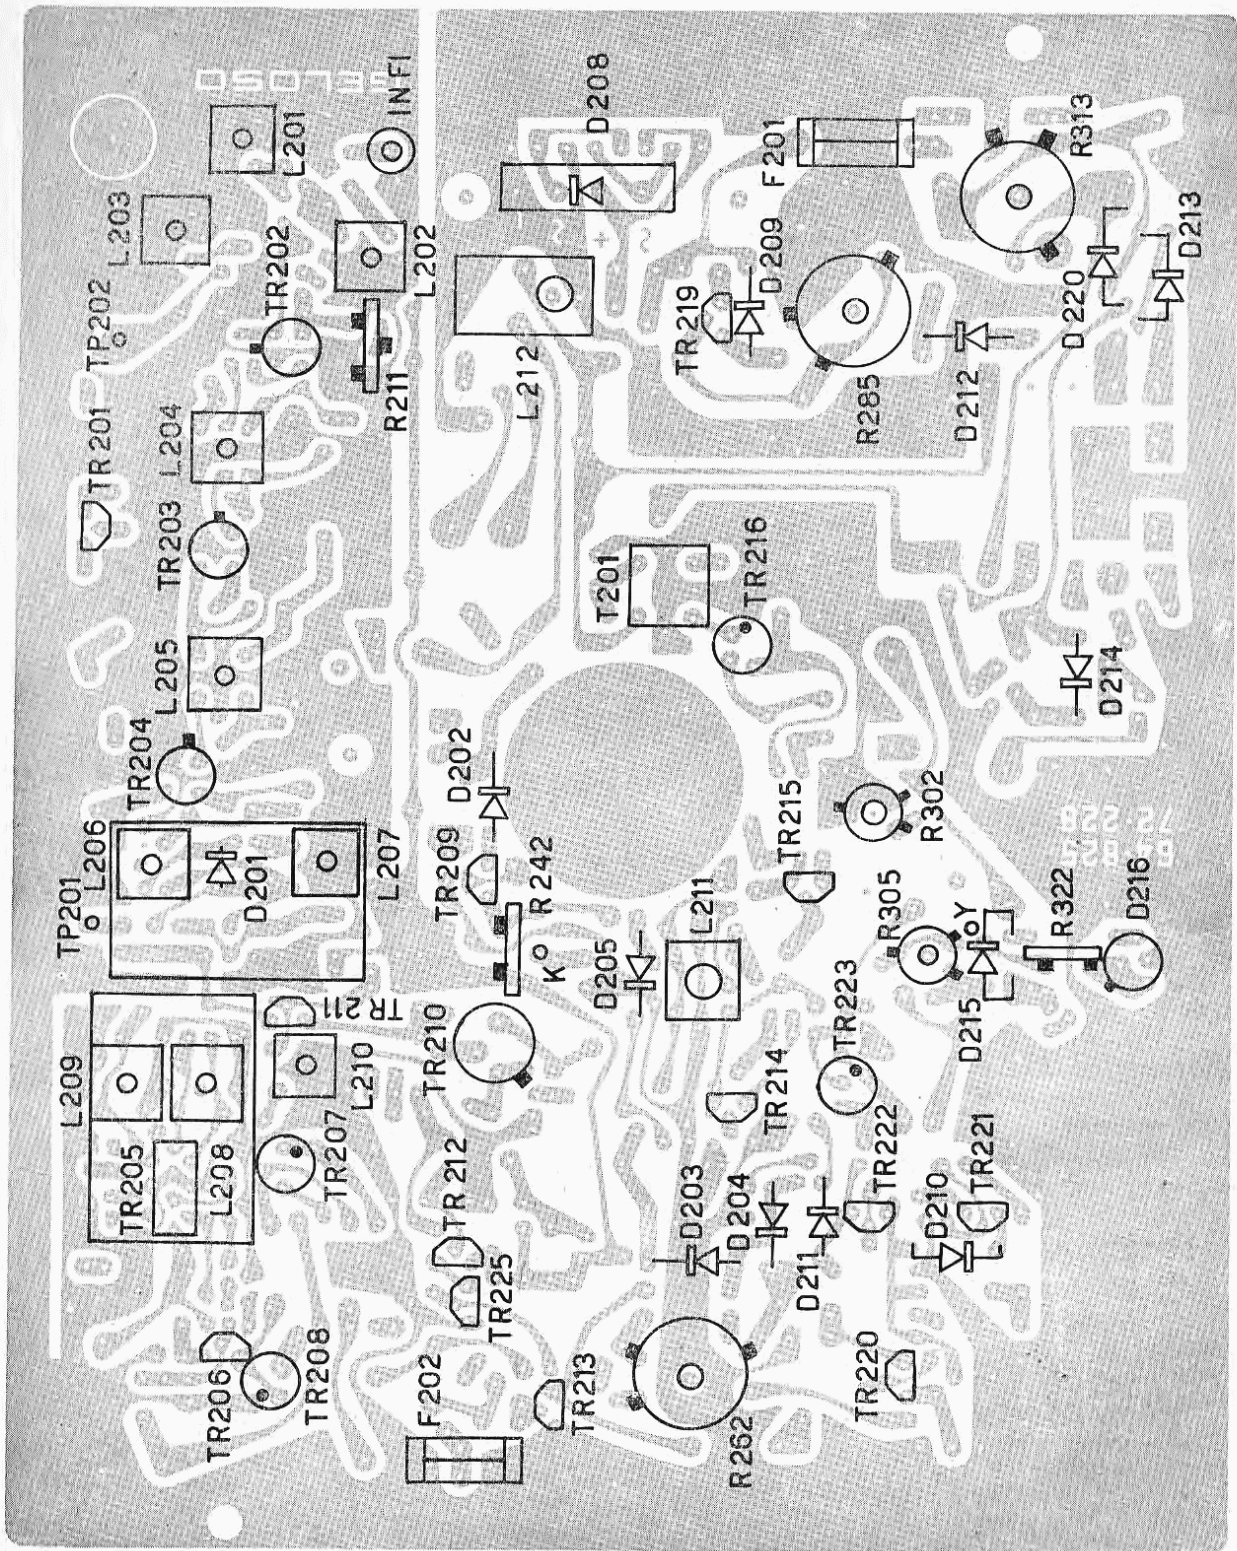

Fig. 5 - Piastra video e sincronismi vista lato rame.
Si effettua agendo sul potenziometro R 297 per il migliore interlacciato (fig. 5).
- a) Determinare la posizione centrale del potenziometro R 262 (comando non accessibile a televisore chiuso) che costituirà la regolazione fine della frequenza orizzontale (fig. 5).
- b) Portare in frequenza il quadro agendo sulla bobina dell'oscillatore a 15.625 Hz (bobina L 211 - fig. 5).
Per la linearità agire sul potenziometro R 305; per la ampiezza sul potenziometro R 302 (fig. 5).
L 212 (fig. 5) che regola la parte sinistra del quadro. Non è prevista la regolazione dell'ampiezza orizzontale la quale dipende **unicamente** dalla giusta realizzazione del circuito ed in particolare dalla corretta taratura della tensione + 11,5 Vcc.
Sintonizzare il televisore, con una corretta proporzione tra luminosità e contrasto, sul monoscopio RAI ed agire per la migliore focalizzazione dell'immagine (massima definizione) sul potenziometro R 313 (fig. 5).
5,5 MHz, sullo schermo del cinescopio, regolando eventualmente il televisore in modo che il reticolo sia ben visibile; regolare poi il nucleo della bobina L210, fino a ridurre al minimo il reticolo stesso (fig. 5).